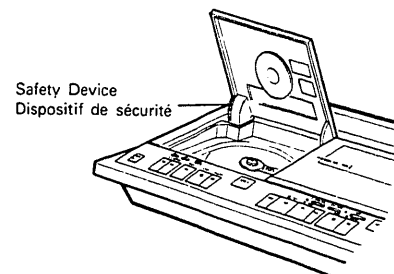

Fig. 17
**21. Safety Devices (Fig. 17)**
**21. Dispositifs de sécurité (Fig. 17)**